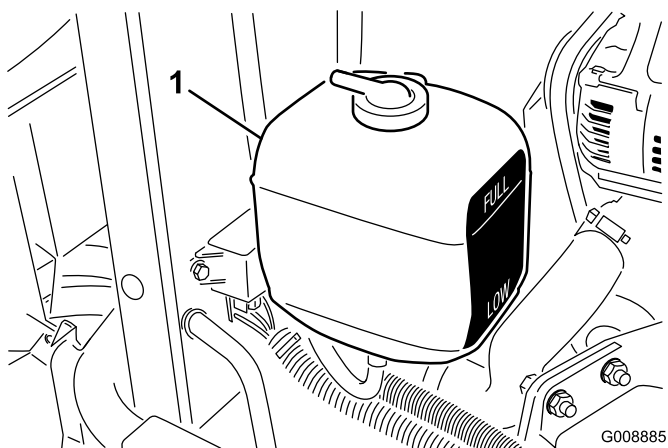

Figure 39
1. Vérifiez le niveau du liquide de refroidissement dans le vase d'expansion (Figure 39).